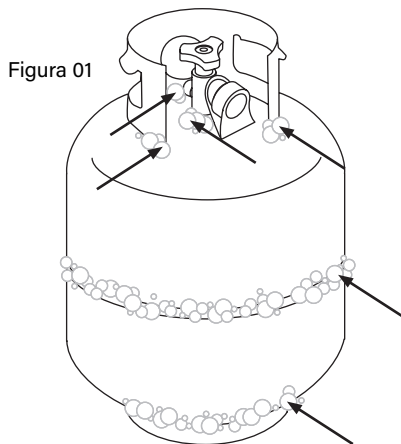

Figura 01
**PASO 01** Cepille la solución jabonosa en las áreas de unión del tanque. (Indicado por flechas en la figura 01.)